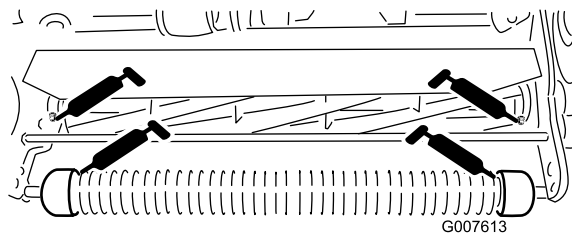

図 18
- 前ローラ2ヶ所 図 18
- リールベアリング2ヶ所 図 18